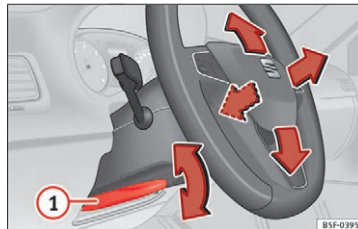

Fig. 16 Betjeningsarm nederst på ratstam-
- Indstilling af rat: Træk armen » » **Fig. 16** ①